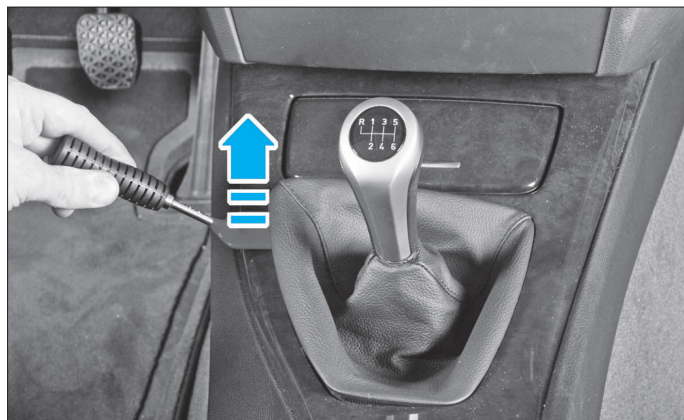

FIG. 1
- Dégrafer le soufflet du levier de vitesses en débutant par le coin avant gauche (Fig.1).